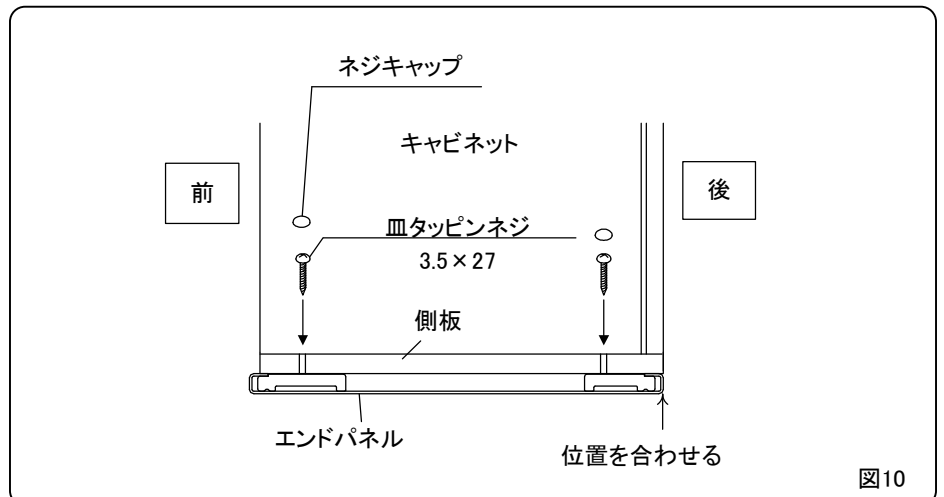

図10
④キャビネット後部に位置を合わせて、キャビネットの内側からネジ(皿タッピンネジ3.5×27)を打ち、ネジキャップをはめ込んでください。(図10)